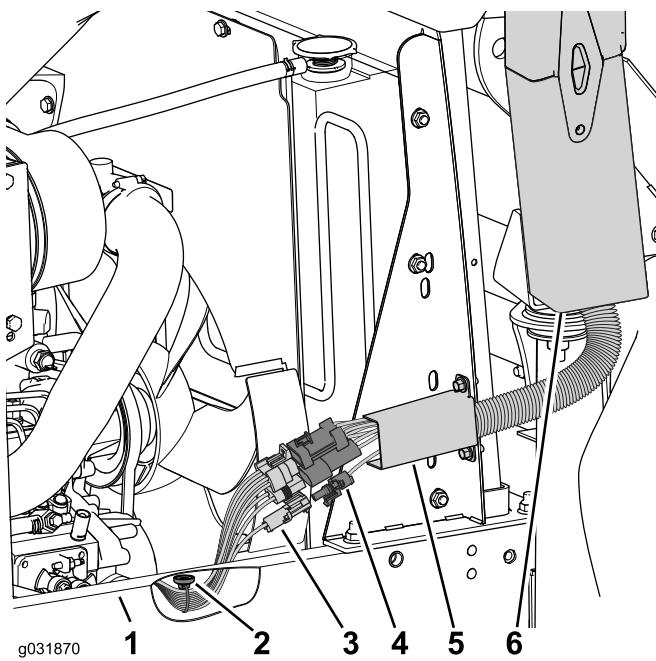

Figura 58
4. Posicione a montagem magnética na parte inferior da estrutura (Figura 58).
5. Ligue a cablagem da máquina à cablagem da cabina (Figura 58).